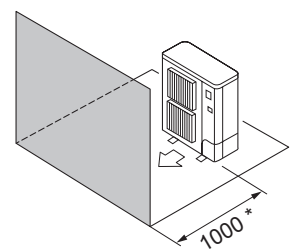

Fig. 2-10
- ④ Εμπόδια στην μπροστινή πλευρά μόνο (Fig. 2-10)